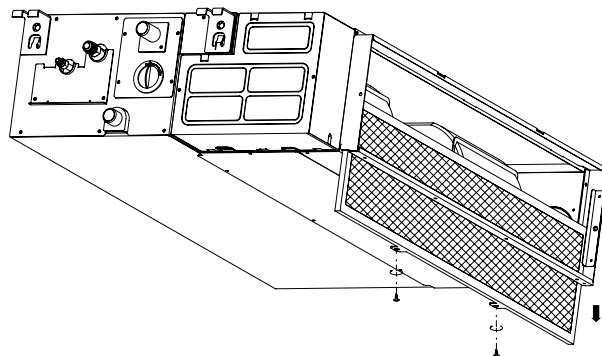

Рис.1
- 1 Если у вас Внутренний блок с задней вентиляцией, пожалуйста, извлеките крепежные болты (2 болта) и достаньте из блока фильтр (Рис.1).